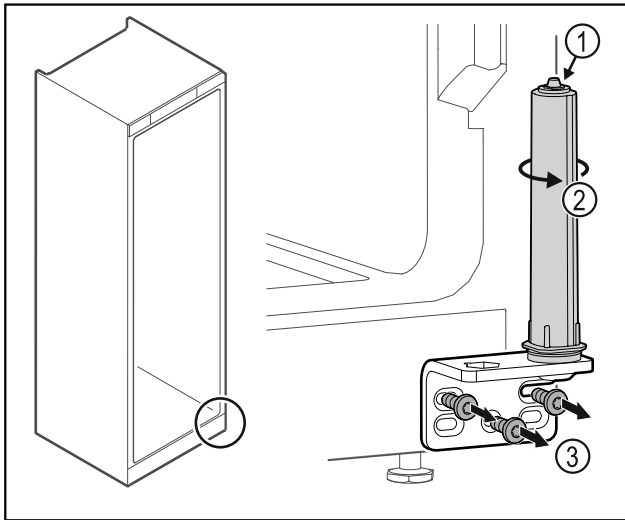

Fig. 35
- Non disassemblare il sistema di chiusura della porta Fig. 35 (1).
- ▶ Ruotare il sistema di chiusura Fig. 35 (2) finché non si innesta con un clic.
- ▶ Svitare la cerniera angolare Fig. 35 (3).